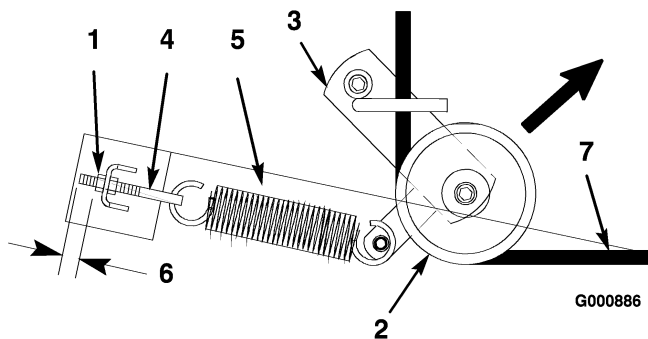
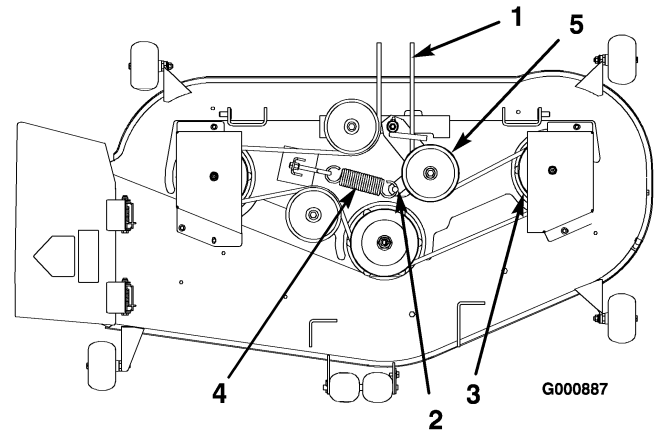

Figura 50
Figura 51
4. Tire de la polea tensora en el sentido que muestra la Figura 50 y retire la correa de las poleas.
5. Pase la correa nueva por el brazo tensor y alrededor de la polea tensora (Figura 50).
6. Tire de la polea tensora en el sentido que muestra la Figura 50 y pase la correa por las otras poleas (Figura 51).
Nota: Compruebe que el largo de la rosca expuesta en el perno de ojal del muelle es de 1/8 pulgada (3 mm) (Figura 50).